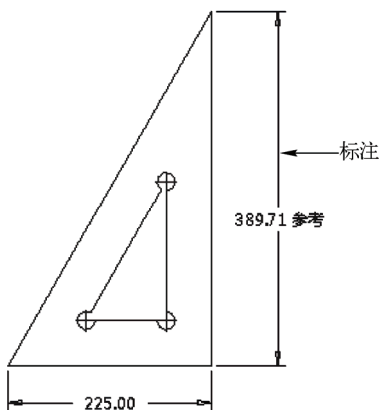

图 4-35 标注参考尺寸
STEP 03 在绘图区中最右侧的直线上单击鼠标左键, 并移动鼠标指针至合适的位置, 单击鼠标中键, 标注参考尺寸, 效果如图 4-35 所示。